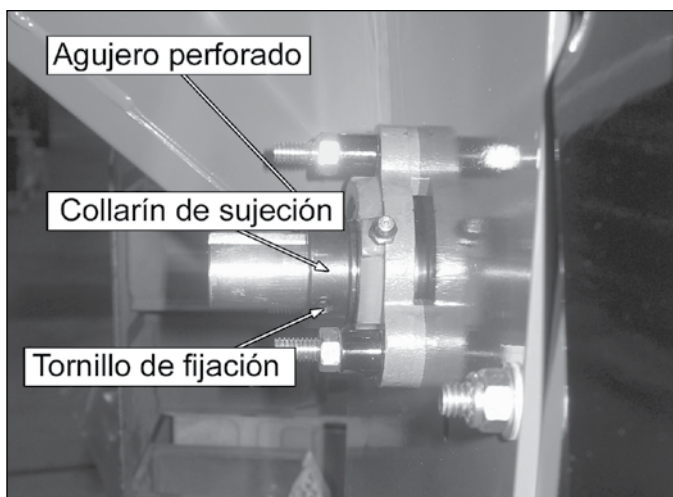

Figure 5.3 – Collier d'arrêt
2. Desserrez les vis de pression qui retiennent les colliers d'arrêt sur le palier du côté goulotte et du côté moteur (Figure 5.3).